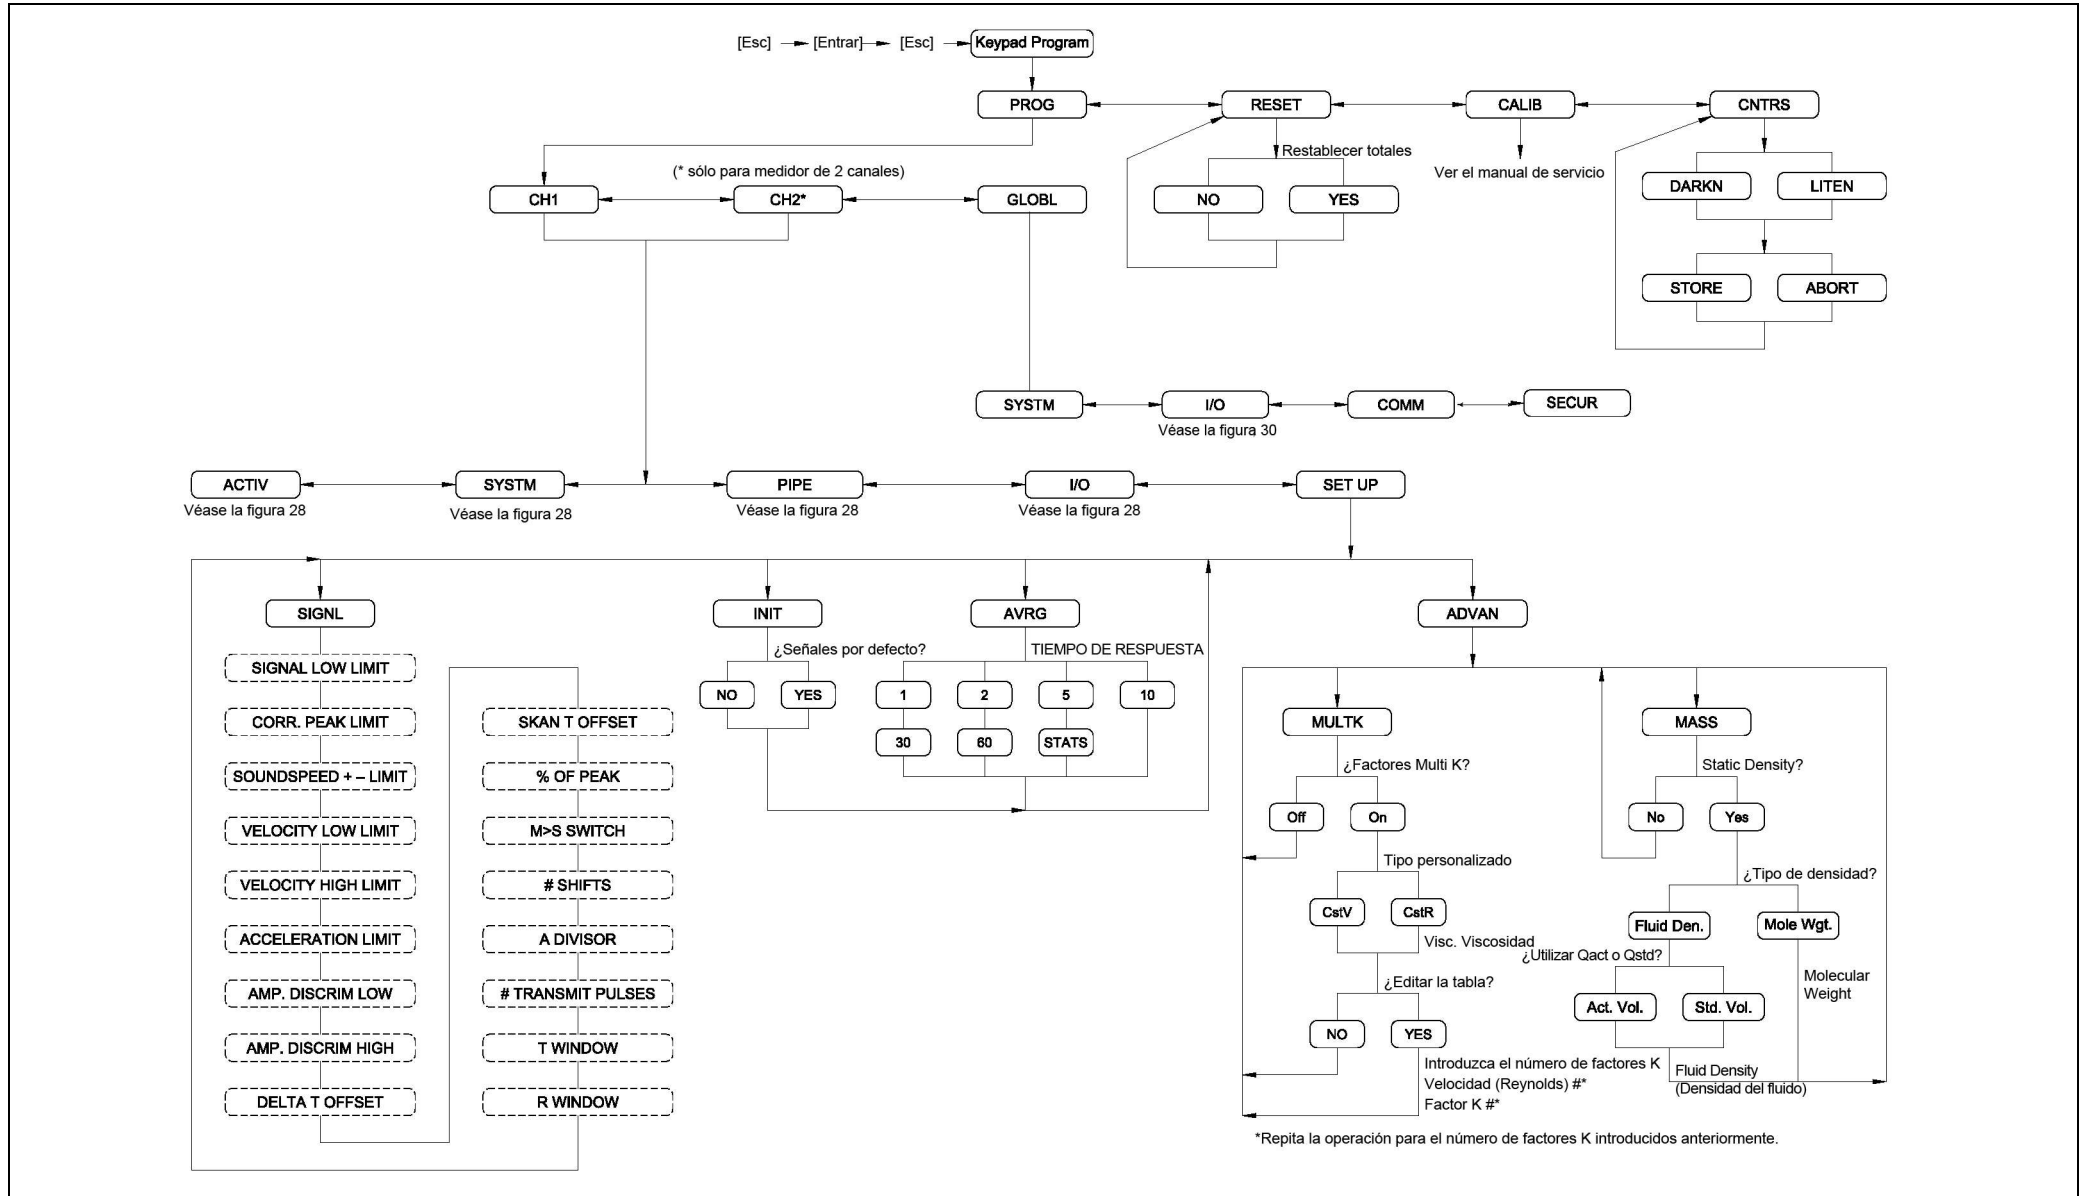

Figura 29: PROG > CHx > Menú SETUP
- Figura 29, “PROG > CHx > Menú SETUP”, en la página 60